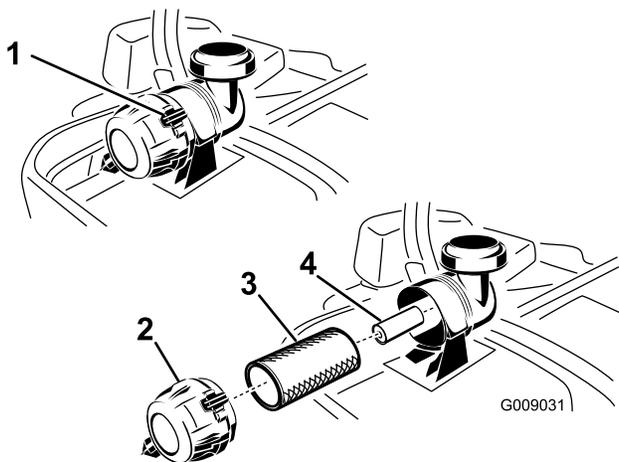

Figura 42
4. Rilasciate i dispositivi di fermo sul filtro dell'aria e tirate via il coperchio dal corpo del filtro dell'aria (Figura 42).
- Estraete con cautela il filtro primario dal corpo del filtro dell'aria (Figura 42).
- Se sostituite il filtro interno, inseritelo con cautela nel corpo del filtro (Figura 42).
- Montate con cautela il filtro primario sul filtro di sicurezza (Figura 42).
- Installate il coperchio del filtro dell'aria con il tappo di sfiato verso il basso e ruotate in modo che i dispositivi di fermo blocchino il coperchio nella corretta posizione (Figura 42).